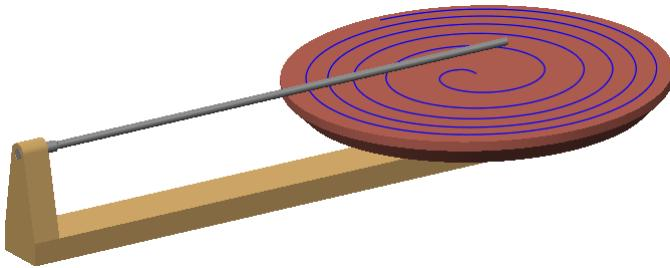

图 3.15.8 连杆装配结果
Step9. 单击操控板中的 按钮，完成约束的创建，结果如图 3.15.8 所示。